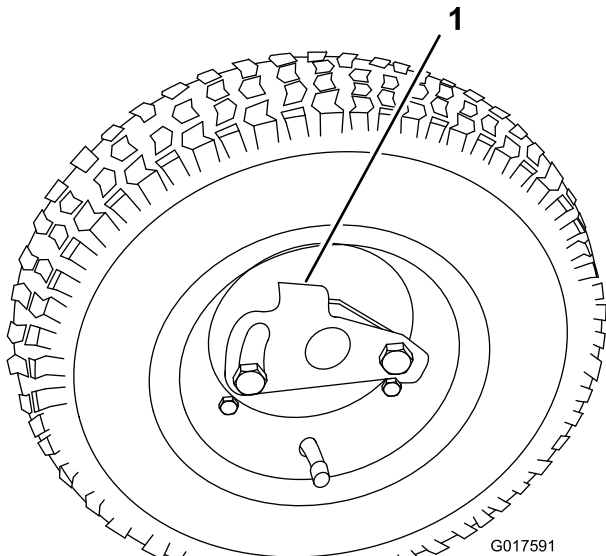

Figura 10
2. Premete la clip di bloccaggio verso il centro della ruota e sull'albero della stessa (Figura 10).